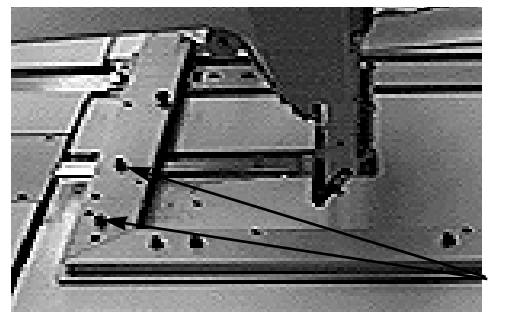

Figura 3-5
5. Consultando a Figura 3-5, remova os dois parafusos com encaixe na cabeça marcados "C" na extremidade distante do quadro de caixilho (localizados abaixo do cabeçote de bordar nº 12). Não solte nem remova quaisquer outros parafusos nessa área.